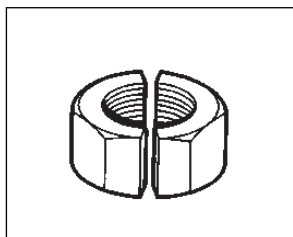

図10、2分割
12. 必要に応じて、180°の角度でもう一度切断して、ナットを完全に2分割します。図10を参照してください。